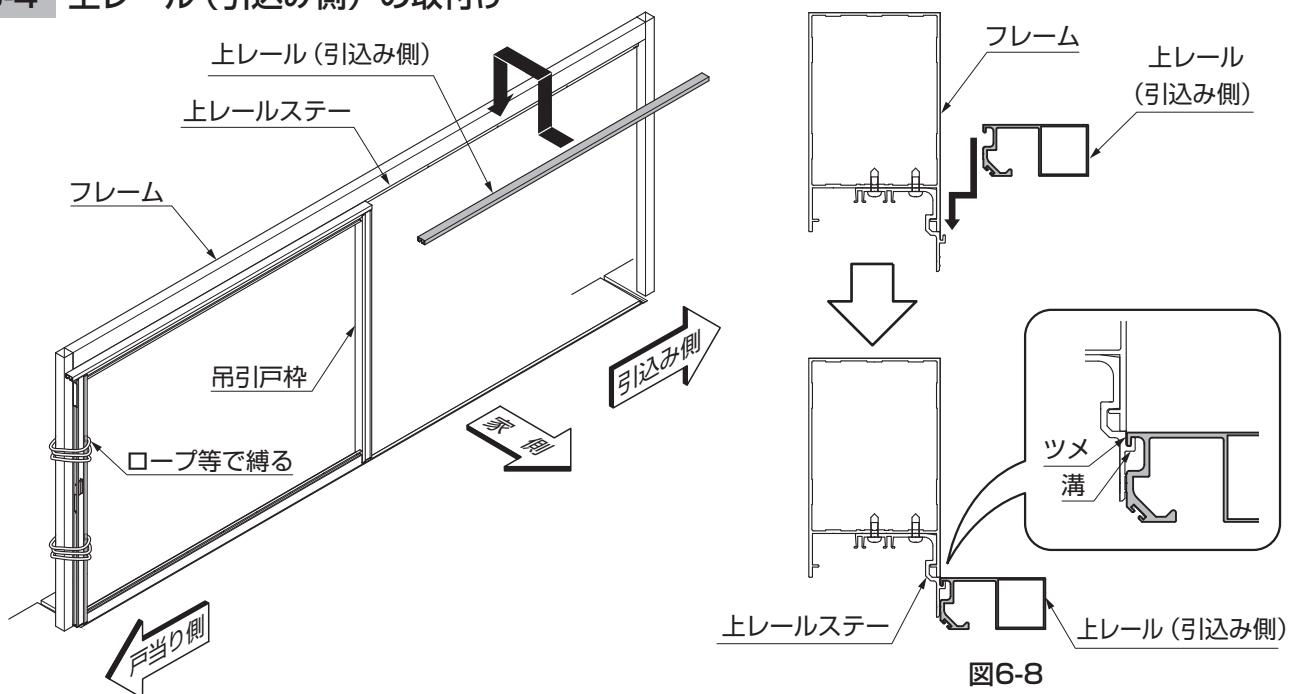

図6-8
- ①上レール(引込み側)のツメを上レールステーの溝にしっかりと差込んでください。(図6-8参照)